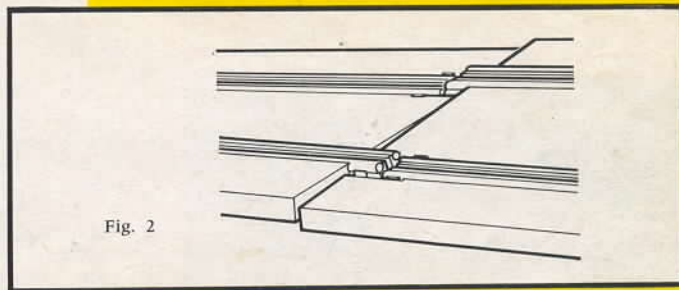

Fig. 2
- 2 Positionnez les becs dans les encoches. (voir fig. 2).